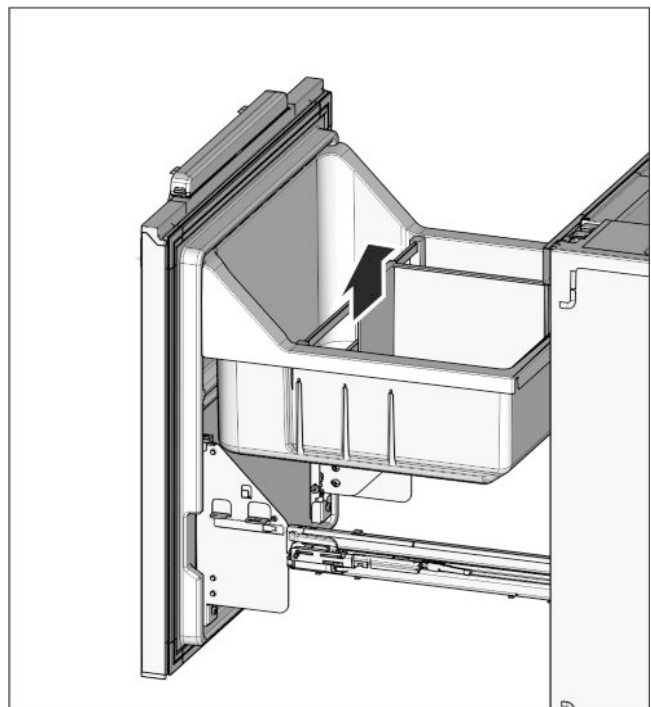

Fig. 25
- Vsaďte znovu držák na lahve Fig. 25 (32) a vytahovací vanu Fig. 25 (31).